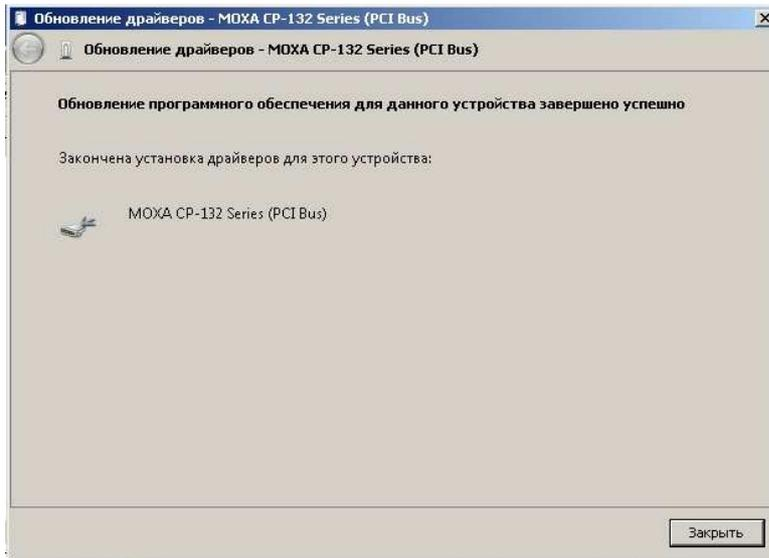

Рис. 8.21
- начнётся установка драйверов адаптера (платы), по окончании которой откроется окно (Рис. 8.21). Для завершения установки драйверов адаптера нажмите на кнопку «Заккрыть»;